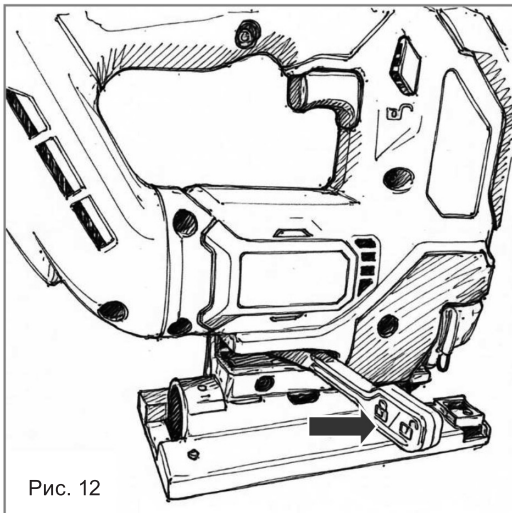

Рис. 12
- Для изменения угла наклона опорной подошвы отведите рычаг фиксации опорной подошвы в сторону до упора (рис. 12).